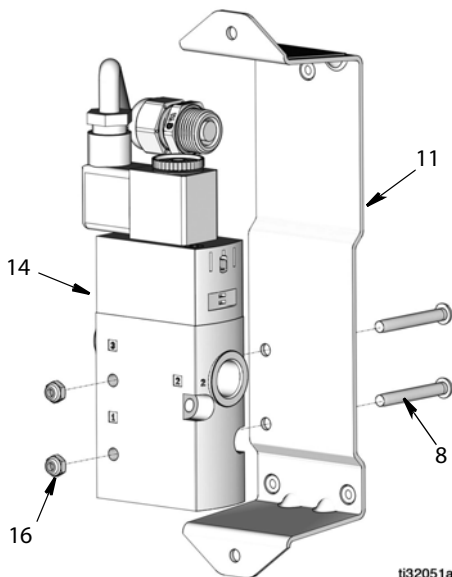

Рис. 3
4. Снимите два винта (8) и гайки (16), удерживающие соленоидный клапан (14) на кронштейне (11) и снимите соленоидный клапан с кронштейна (Рис. 3).